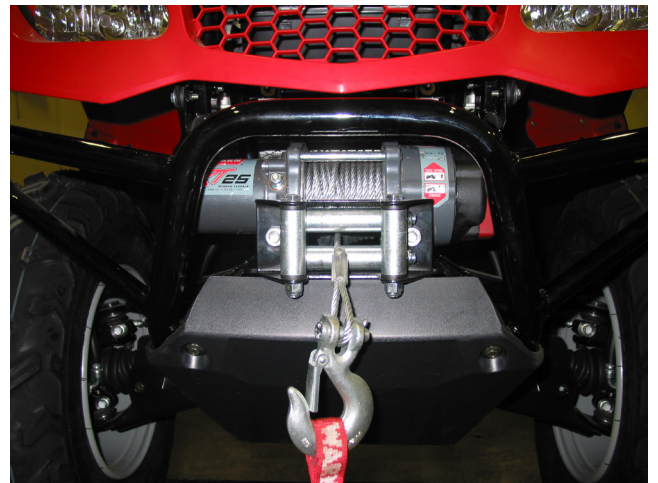

Figure 5
8. Réinstallez la plaque de protection à l'aide de la quincaillerie d'usine. La figure 5 montre l'installation terminée.